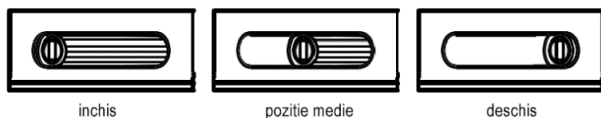

Fig. 4. Un exemplu de reglare a admisiei de aer proaspat (tăvita cenușar).
- maneta de reglare a amortizorului, prin ajustarea tirajului coșului de fum, (vezi fig. 4),